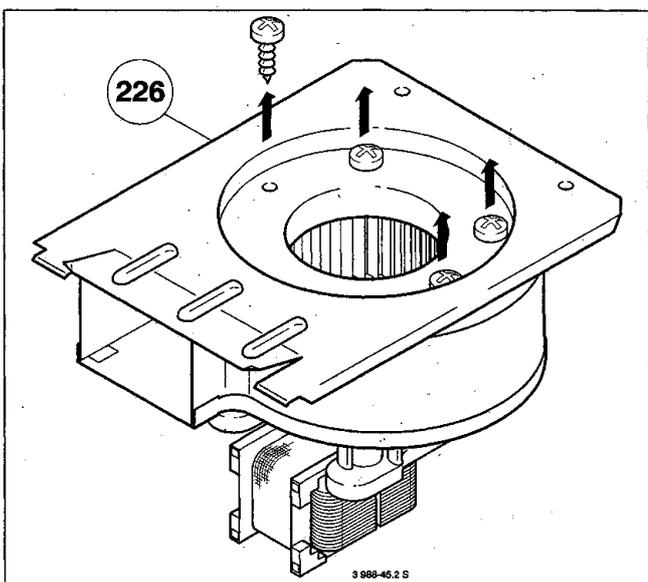

Bild 34
- 4 Schrauben an der Saugseite des Abgasventilators (226) herausdrehen (Bild 34).